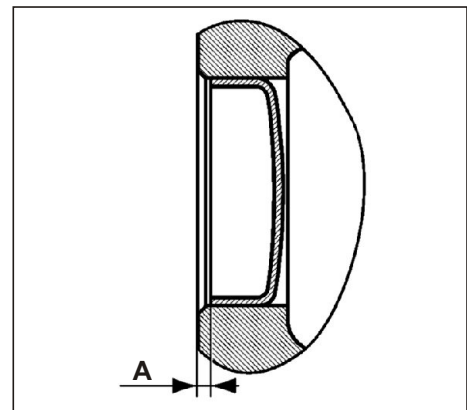

Рис. 38. Установка заглушки.
7. Проверить наличие отступа ("А" = $2 \pm 0,5$ мм) (см. Рис. 38).